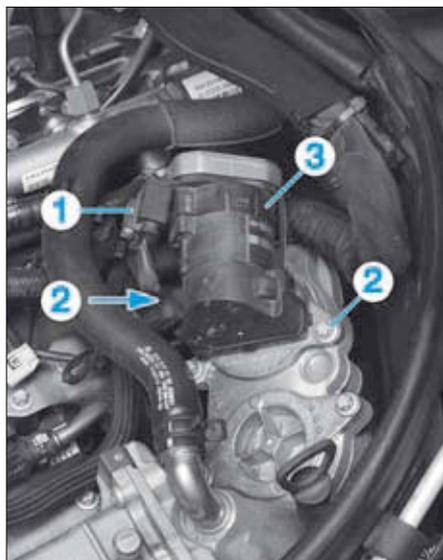

FIG. 48
- Débrancher le connecteur (1) de la soupape EGR (Fig.48).
- Déposer les vis (2).
- Extraire la soupape EGR (3).